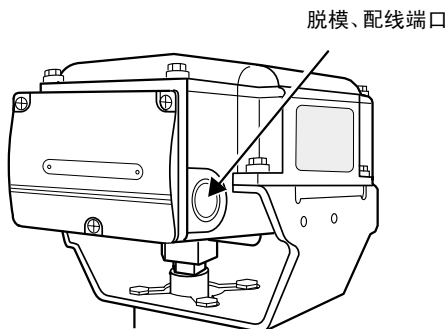

图 9 配线端口用脱模孔
- 2) 为了将电线引入执行器, 请开一个脱模孔作为配线端口使用。在执行器端子板的两侧有两个脱模孔: 每一侧各有一个  $\phi 22\text{mm}$  的脱模孔。根据导管安装方向选择一个脱模孔, 使用螺丝刀轻轻将其打通。(参见图 9)